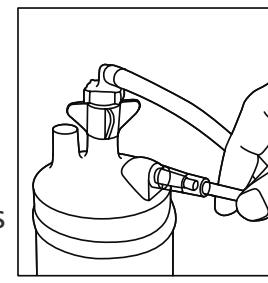

Figure 2
6. Raccordez la tubulure de la canule à la sortie du flacon de l'humidificateur (voir la Figure 2).